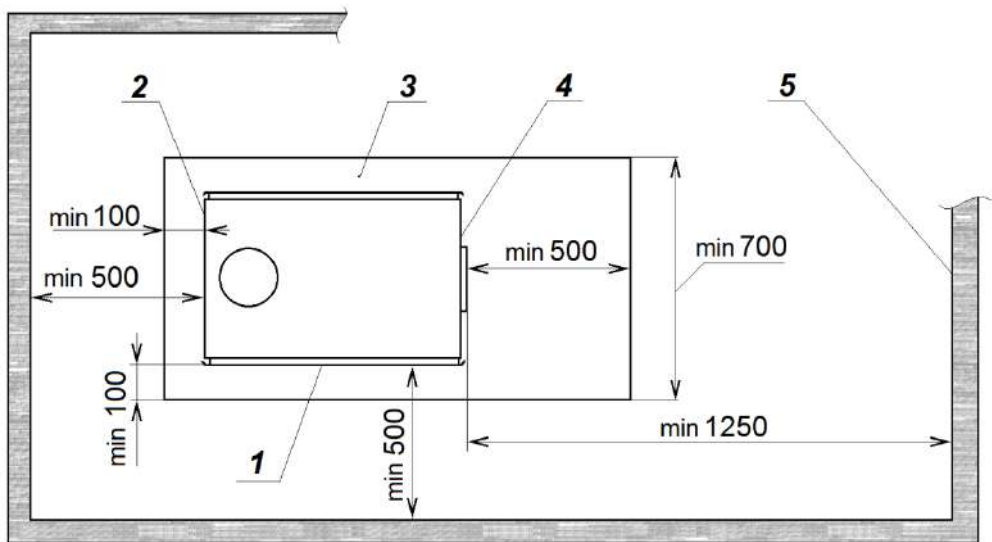

Рисунок 2. Установка печи в помещении:
4. МОНТАЖ ПЕЧИ И ДЫМОВОЙ ТРУБЫ (рис. 2, 3)
4.3. Пол под печью должен быть выполнен из негоряемого материала. При установке на сгораемые конструкции здания, печь должна быть установлена на металлический лист толщиной не менее 1 мм (см. рис. 2). Перед печью, со стороны топочной дверцы, металлический лист должен выступать не менее чем на 500 мм, а ширина листа должна быть не менее 700 мм.
4.4. Печь устанавливается в помещении с соблюдением минимальных расстояний от стен и предметов из сгораемых материалов (см. рис. 2).